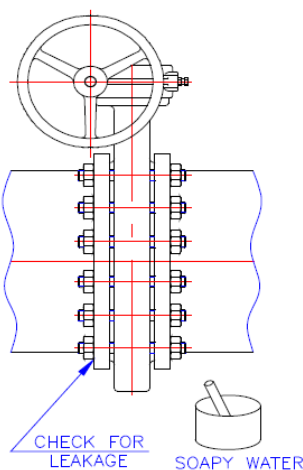

Fig 28
17.2.8 Efter installation checkes at flangesamlingen er tæt med f.eks. trykluft. (Fig 28).